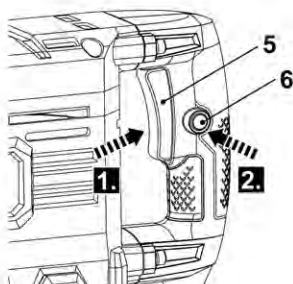

Fig. 4
- >Aperte o botão liga / desliga (5) para ligar o produto e mantenha-o na posição.
- >Pressione o botão de bloqueio (6) para bloquear o botão liga / desliga (5) (Fig.4).
- O botão liga / desliga (5) agora está bloqueado para uso contínuo.
- >Pressione e solte o botão liga / desliga (5) para desligar o produto.